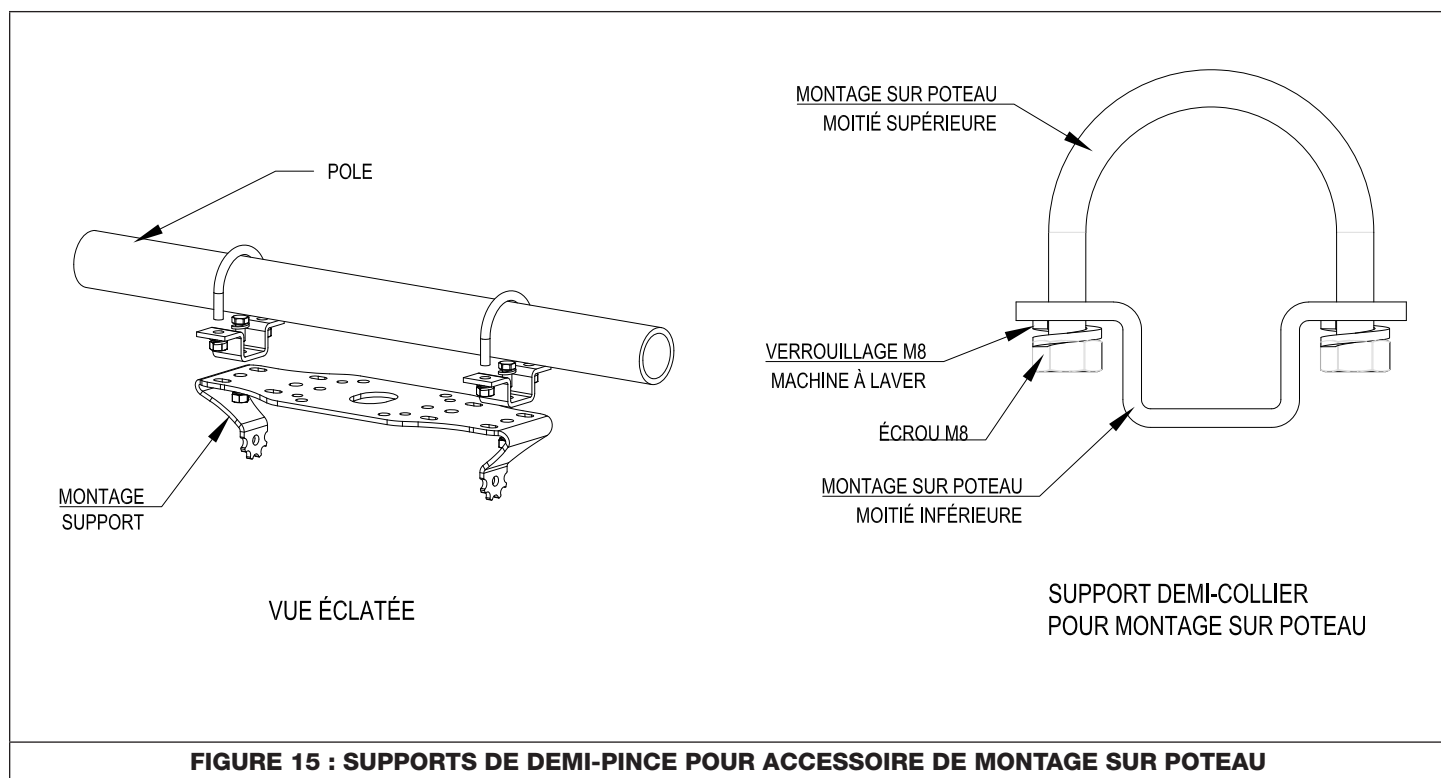

FIGURE 15 : SUPPORTS DE DEMI-PINCE POUR ACCESSOIRE DE MONTAGE SUR POTEAU
2. Align the holes on the mounting bracket with the holes on the two Half Clamp Brackets & secure bracket to Half Clamp Brackets by using the M8X20 mm screws, split lock washers (not provided with kit) by applying torque 22 N.m. (194 Lb.in). Refer Figure 15.
2. Alignez les trous du support de montage avec les trous des deux supports de demi-pince et fixez le support aux supports de demi-pince à l'aide des vis M8X20 mm, des rondelles de blocage fendues (non fournies avec le kit) en appliquant un couple de 22 N.m. (194 Lb.in). Référez-vous à la Figure 15.